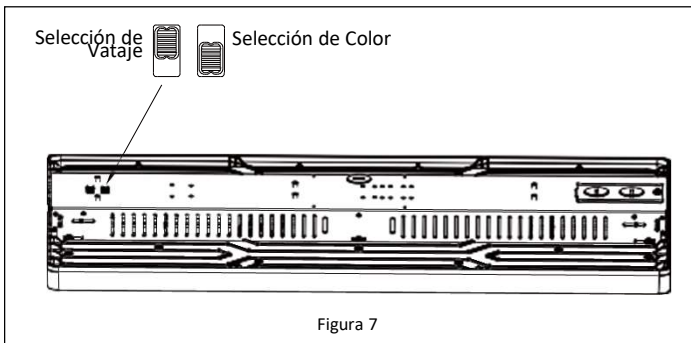

Figura 7
1. Ajusta los interruptores tal como se muestra en la **Figura 7** para ajustar la temperatura del color y el vataje de la manera más adecuada al entorno en que se está instalando la lámpara.